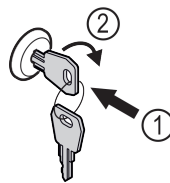

Fig. 163
- ▶ 按入钥匙。 Fig. 163 (1)
- ▶ 将钥匙顺时针转动 90°。 Fig. 163 (2)